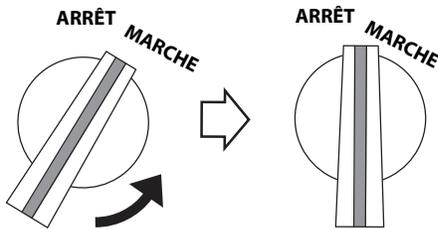

Figure 23. Interrupteur **MARCHE/ARRÊT** du moteur (position **ARRÊT**)
2. Placez l'interrupteur **MARCHE/ARRÊT** du moteur (Figure 23) en position **ARRÊT**.